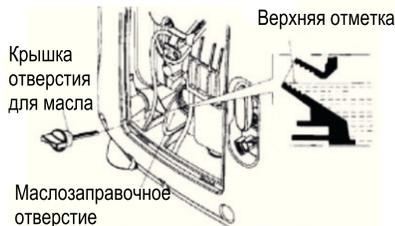

Рис. 5
3. Извлеките щуп и проверьте уровень масла. Он должен находиться между верхней и нижней отметкой контрольного щупа. В случае необходимости долейте свежее моторное масло до нижней кромки маслозаливной горловины (рис.5).